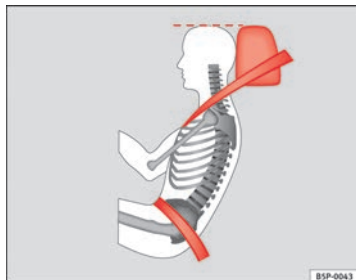

Fig. 15 Posição da faixa do cinto de segurança e do encosto de cabeça regulados correctamente, vistos de lado
- A faixa inferior do cinto de segurança deve passar na zona pélvica, mas nunca por cima do abdómen. O cinto de segurança deve ficar direito e bem ajustado à zona pélvica ⇒ Fig. 15. Se necessário, encurtar um pouco a faixa do cinto de segurança.